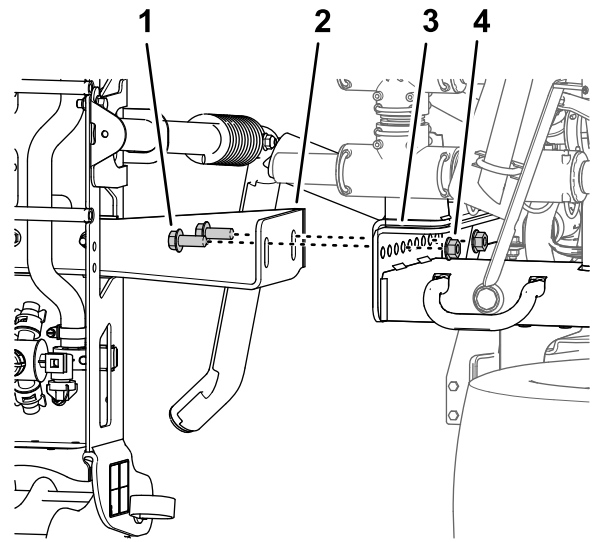

Figura 47
4. Retire los 4 pernos con arandela prensada ($\frac{1}{2}$ " x $1\frac{1}{4}$ ") y las 4 tuercas con arandela prensada ($\frac{1}{2}$ ") que sujetan los soportes de la sección de fumigación central a la placa del bastidor de la máquina, y retire la sección de fumigación central de la máquina (Figura 47).